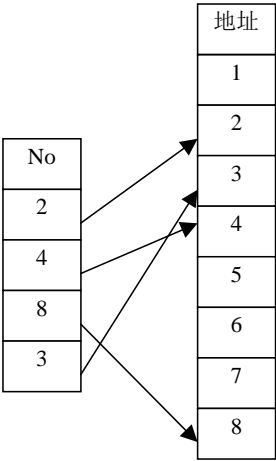

图 6-17 自定义 1 字节变量存放示意图
- No：自定义 1 字节变量存放地址。如图 6-17 所示，当某一地址中不需存放变量时，此地址依然存在。例如组态时在No栏不填 1 号地址，此地址中不存放变量，但 1 号地址依然存在。使用  按钮将使自定义 1 字节变量按地址大小排序。